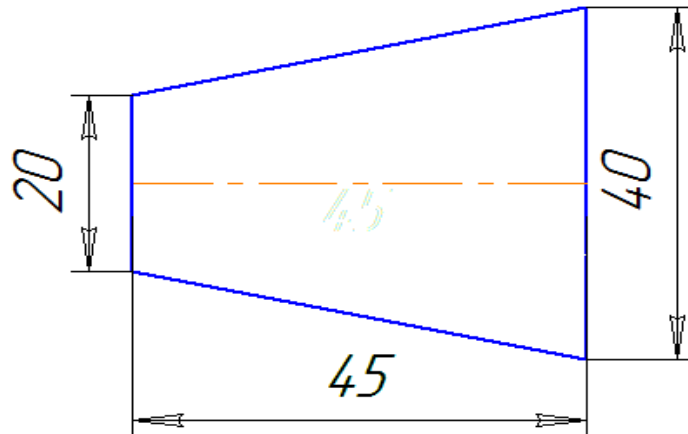

Рисунок 3
5. Постройте отрезок P3-P4. На панели управления (инструментальной панели) нажмите кнопку  **Установка глобальных привязок**. В появившемся диалоговом окне **Установка глобальных привязок** установите флажок рядом с привязкой **Касание** и дополнительно включите флажок **Отображать текст** (см. рисунок 3).
С использованием локальных и глобальных привязок выполните построение (см. рисунок 3).